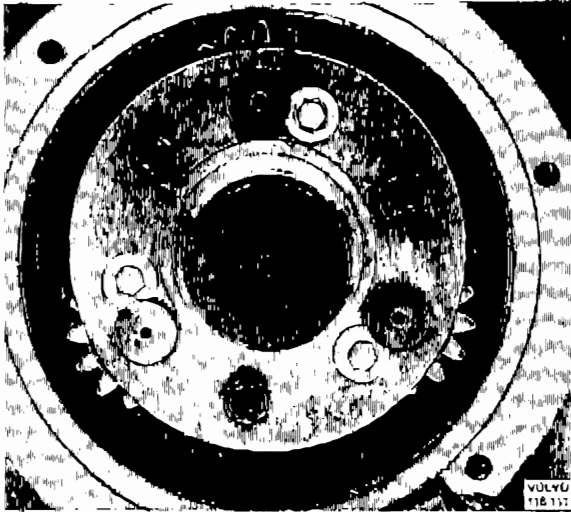

Bild 46. Lock för planethjul
4. Ta bort insexskruvarna (10 mm) som håller locket för planethjulen. Ta bort skruvarna och låsbrickorna som håller axlarna. Bild 46.